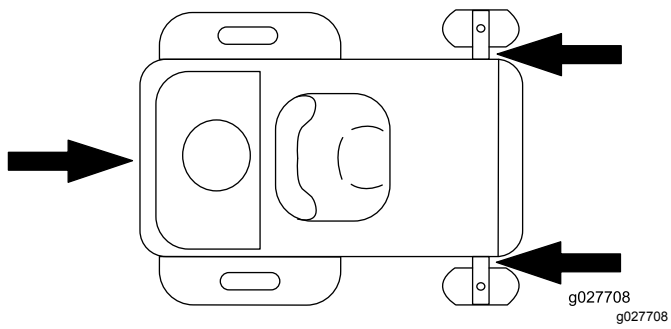

Bild 37
6. Vergurten Sie die Maschine in der Nähe der vorderen Laufräder und der hinteren Stoßstange mit Riemen, Ketten, Kabeln oder Seilen (Bild 37). Halten Sie die örtlichen Vorschriften für die Vergurtung ein.